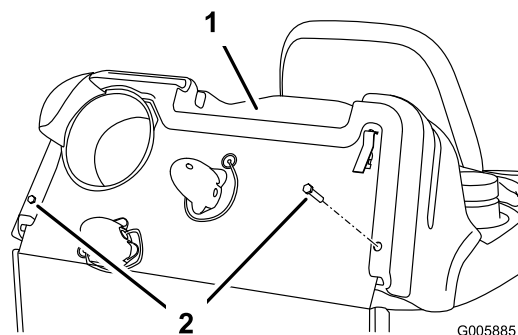

Figura 24
5. Retire os dispositivos de fixação que prendem o capot do motor à estrutura da máquina (Figura 24). Guarde todas as peças.